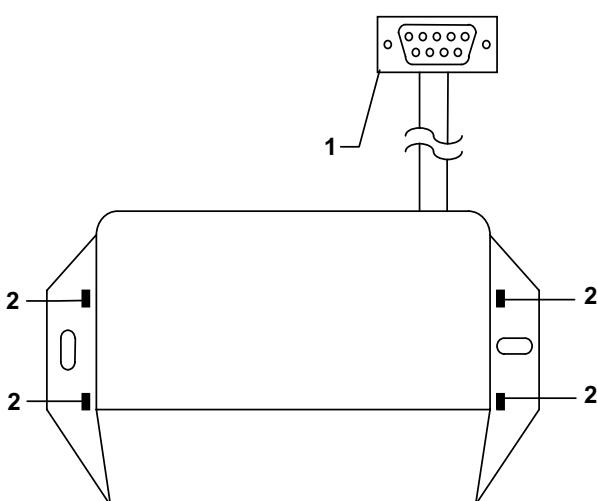

Fig. 1 / Abb. 1
1. Ouvrir le couvercle de l'interface en faisant levier sur les points marqués du numéro 2 (Fig. 1).
4. Brancher la prise Canon à 9 pôles de l'interface marquée du numéro 1 (Fig. 1) au port à niveaux logiques (INTERFACES A NIVEAUX LOGIQUES ou COMMANDE A DISTANCE) située au dos du groupe de continuité.
1. Open the cover of the interface unit by levering and lifting in the points marked with the number 2 (**Fig. 1**).
4. Connect the 9-way Canon socket of the interface marked with the number 1 (**Fig. 1**) with the logic level sockets (LOGIC LEVEL INTERFACES or REMOTE CONTROL) located on the rear part of the UPS.
1. Aprire il coperchio dell'interfaccia facendo leva nei punti contrassegnati dal numero 2 (**Fig. 1**).
4. Collegare la presa canon 9 poli dell'interfaccia contrassegnata con il numero 1 (**Fig. 1**) con la porta a livelli logici (LOGIC LEVEL INTERFACES oppure REMOTE CONTROL) situate nella parte posteriore del gruppo di continuità.
1. Öffnen Sie die Schnittstellenabdeckung, indem Sie die mit der Nummer 2 markierten Punkte anheben (**Abb. 1**).
4. Schließen Sie die 9-polige Buchse der mit der Nummer 1 markierten Schnittstelle (**Abb. 1**) an den logischen Pegelanschluss (LOGIC LEVEL INTERFACES oder REMOTE CONTROL) auf der Rückseite der USV an.
1. Abra la tapadera de la interfaz haciendo palanca en los puntos indicados con el número 2 (**Fig. 1**).
4. Conecte la clavija Canon de 9 polos de la interfaz, indicada con el número 1 (**Fig. 1**), al puerto de niveles lógicos (LOGIC LEVEL INTERFACES o REMOTE CONTROL), situados en la parte trasera del SAI.